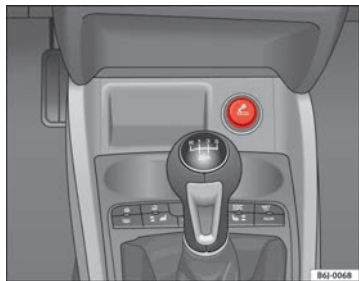

Abb. 86 Zigarettenanzünder
- Drücken Sie den Zigarettenanzünder ⇒ Abb. 86 zum Einschalten hinein ⇒ ⚠.